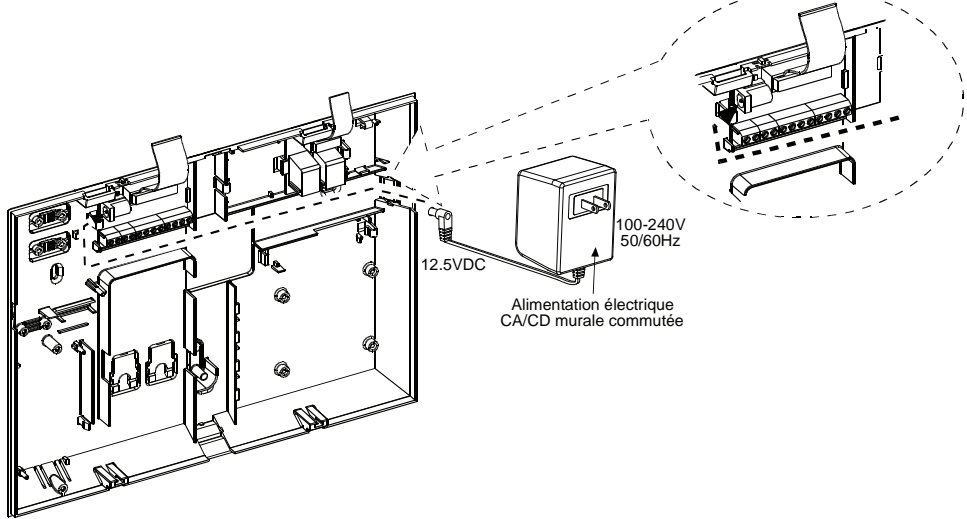

Figure 3.1g – Branchement de l'alimentation électrique commutée AC/DC à installation murale
-ou- par branchement direct de l'alimentation électrique 12,5 VDC à la carte d'extension via l'alimentation commutée AC/DC à installation murale (fournie par Visonic), comme l'indique la figure 3.1g.